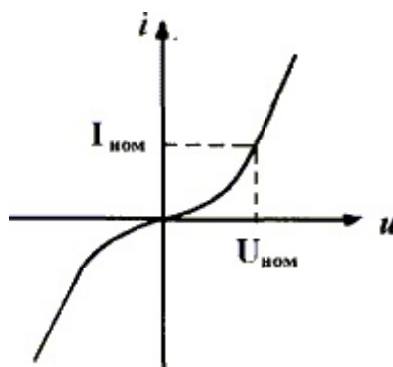

Рис.2.10
**Варисторы** - полупроводниковые резисторы, сопротивление которых зависит от приложенного к ним напряжения. Варисторы изготавливаются путем спекания кристаллов карбида кремния и связующих веществ. В готовой структуре варистора между кристаллами кремния существуют мельчайшие зазоры. При приложении к варистору внешнего напряжения происходит перекрытие этих зазоров, в результате чего сопротивление варистора уменьшается. Типичный вид вольт - амперной характеристики показан на рис. 2.10.